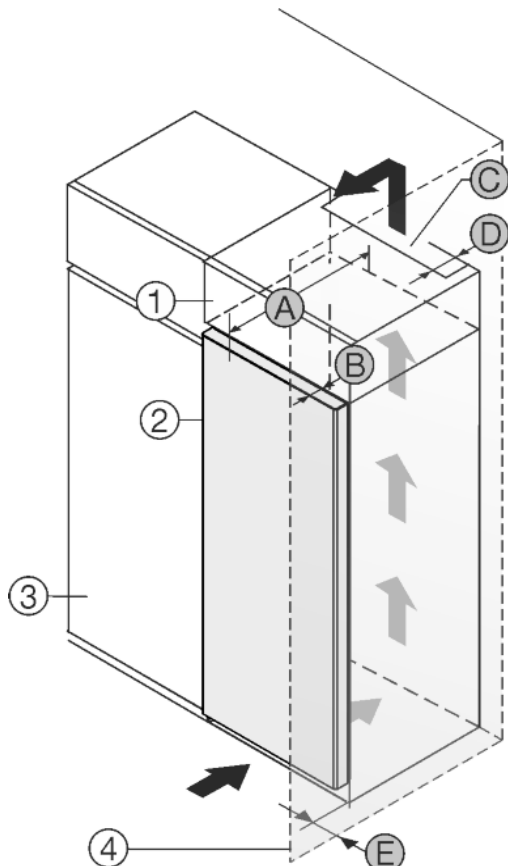

Fig. 1
Urządzenie można ustawić bezpośrednio obok szafki kuchennej Fig. 1 (3).*
Na tylnej ściance szafki nasadzonej wymagany jest wywiewny kanał wentylacyjny o głębokości Fig. 1 (D) na całej szerokości szafki.
Pod sufitem pomieszczenia należy zachować przekrój wentylacyjny Fig. 1 (C).
Jeżeli urządzenie będzie ustawiane z zawiasami do ściany Fig. 1 (4), to pomiędzy urządzeniem i ścianą należy zachować minimalny odstęp, wynoszący 40mm. Na taką odległość wystaje klamka przy otwartych drzwiach.